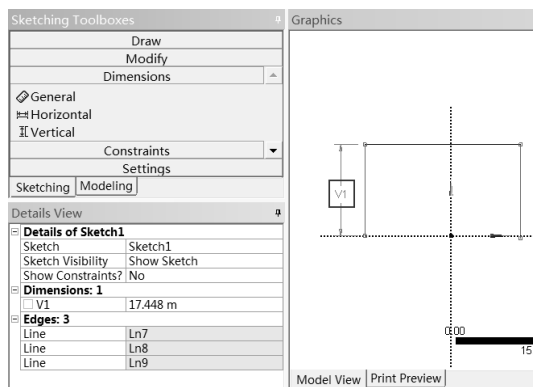

图 5-45 尺寸标注
Step10：单击图 5-45 中最左侧那条竖直线段，然后移动鼠标并单击，此时会出现如图 5-45 所示的尺寸标注。